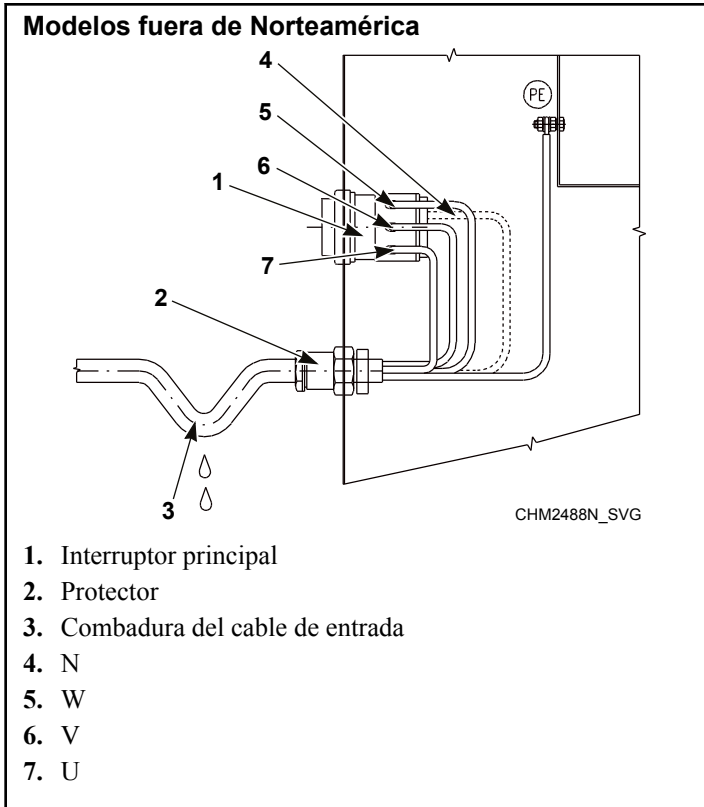
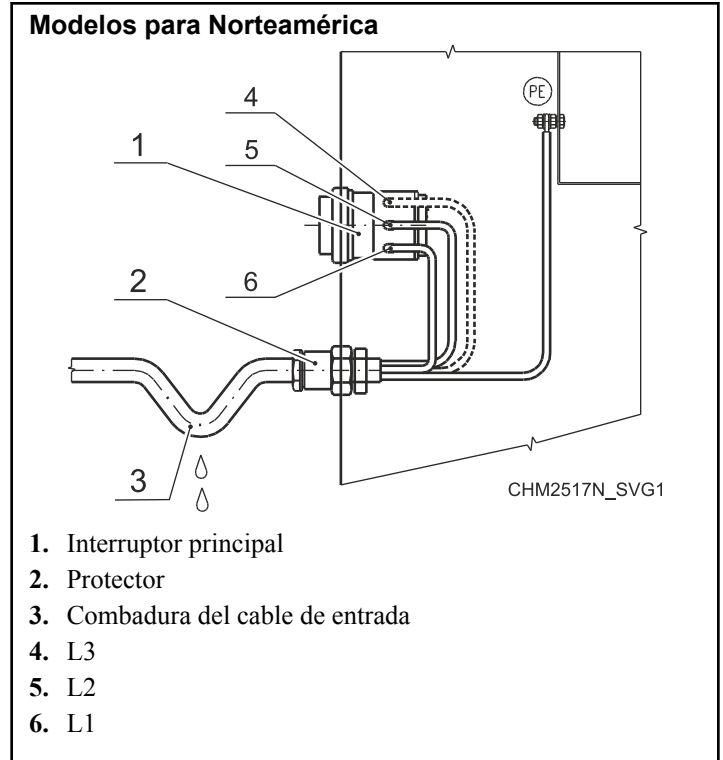

Figura 26
Figura 27
5. Conecte los conductores del cable de alimentación a los terminales (interruptor principal [1]) marcados con L1/U, (L2/V), (L3/W), (N), y al terminal marcado con PE. Consulte *Figura 26* o *Figura 27*.
6. Prepare una combadura en el cable, delante del dispositivo liberador de tensión. Esto evitará que gotee agua condensada a la máquina. Consulte *Figura 26* o *Figura 27*.